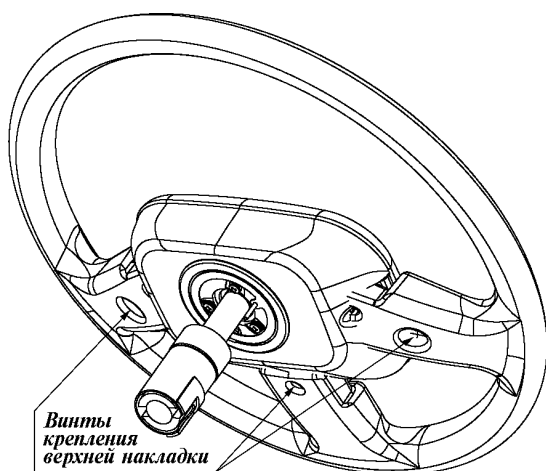

Рис. 12.6. Снятие рулевого колеса
1. Отверните три винта крепления верхней накладки рулевого колеса (снизу рулевого колеса на спицах) (рис. 12.6) и снимите накладку.